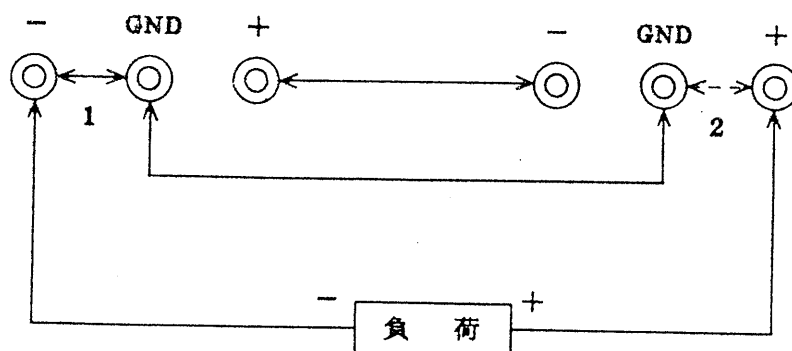

Fig 4
- 1) マイナス接地の場合 (Fig4 の実線による接続)
- 2) プラス接地の場合 (Fig4 の点線による接続)